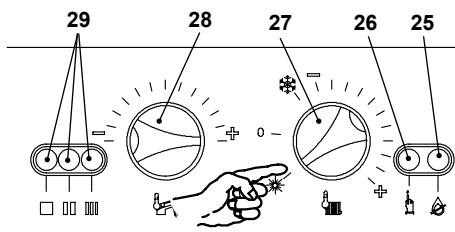

Figura 7.2
- Alimentare elettricamente la caldaia azionando l'interruttore bipolare previsto nella installazione; la lampada di segnalazione 29 in Figura 7.2 lampeggia ogni 4 secondi
- Posizionare il selettore 27 come indicato in Figura 7.2; la lampada di segnalazione 29 lampeggia ad intermittenza circa ogni 2 secondi
- Tenere premuto il pulsante di ripristino 26 in Figura 7.2 per circa 10 secondi, la lampada di blocco 25 inizierà a lampeggiare.
- Per settare la funzione spazzacamino le spie di segnalazione 29 in Figura 7.2 devono essere visualizzate come in Figura
Ripremere il pulsante di ripristino 26 in Figura 7.2 per circa 5 secondi, la lampada di blocco 25 si spegne, mentre le spie di segnalazione 29 lampeggiano in maniera richiesta potenza riscaldamento Figura 7.4